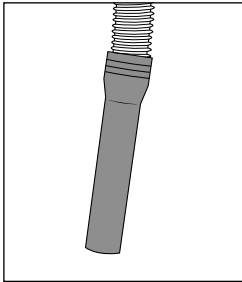

Fig. 9
- ◆ Utilize a mangueira de aspiração 23 para aspirar partículas de sujidade de maior dimensão (ver fig. 9).